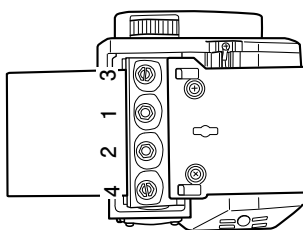

図 22
- (9) 抜き取っておいた内側のボルト 2 本をねじ込み、ボックススパナで 4 本のボルトを図 22 の順序で、2 ~ 3 回繰り返して十分に締付けます。
- (10) かな胴を反転し、反対側も同じように取付けます。